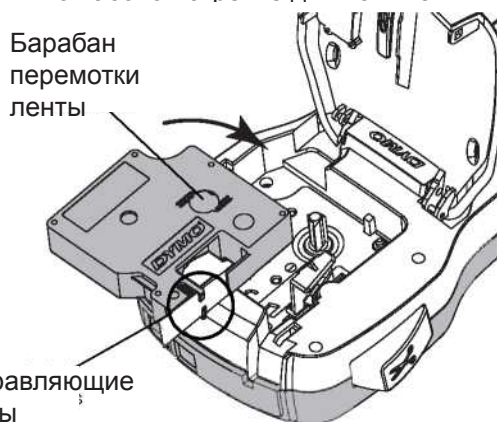

Рисунок 5
- 2 Убедитесь, что лента туго натянута на выходе кассеты и что лента проходит между направляющими этикетки. См. рис. 5.